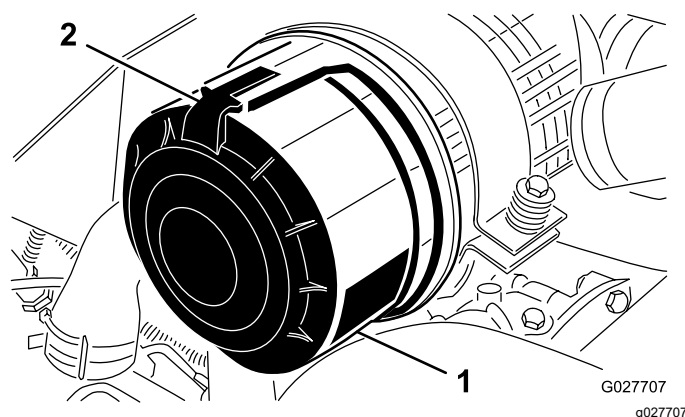

Figura 57
1. Liberte os trincos que fixam a cobertura do filtro de ar ao respetivo corpo (Figura 57).